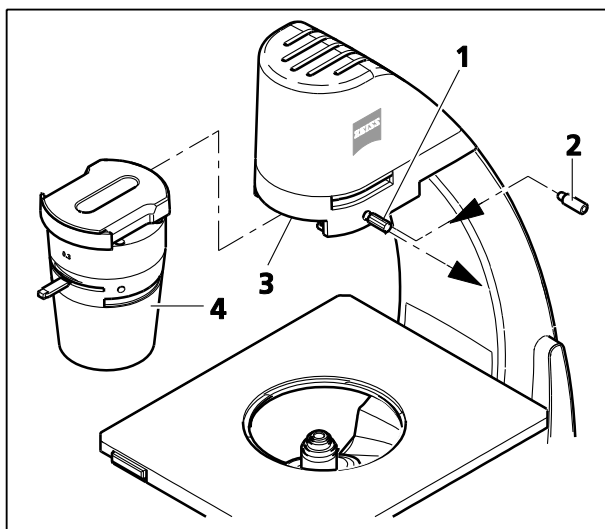

Fig. 4 Installation des condenseurs
- Insérer le condensateur (Fig. 4/4) par l'avant dans le guide (Fig. 4/3) et le pousser jusqu'à la butée.
- Verrouiller le condenseur en serrant la vis à tête cylindrique ou la vis moletée (Fig. 4/1), également fournies avec le microscope.
Si les condenseurs sont fréquemment remplacés ou si des récipients en verre plus grands sont fréquemment utilisés sans condenseur, il convient d'utiliser la vis moletée fournie plutôt que la vis à tête cylindrique à six pans creux (Fig. 4/2) pour verrouiller le condenseur.